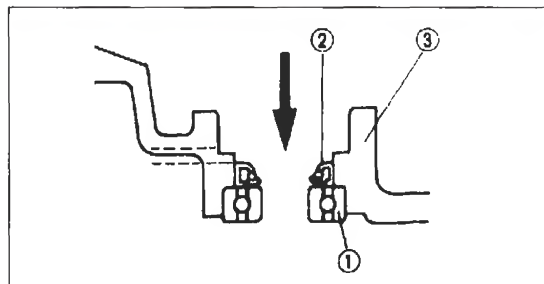

Bild 122
- Lager und Wellendichtring von Dichtringseite her austreiben (Bild 122).